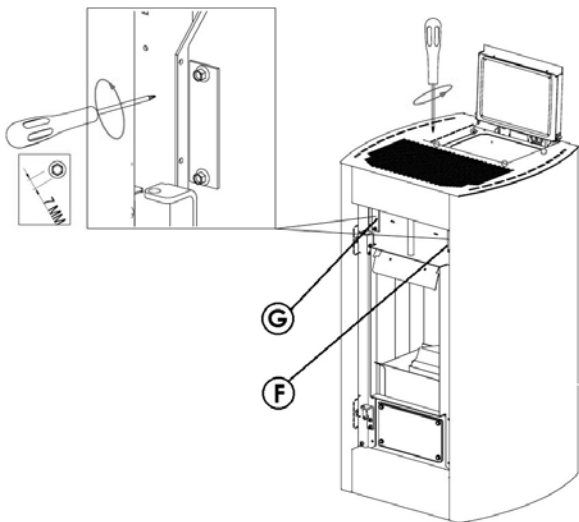

Fig. 47 - Retrait des plaques
- Quand le poêle est froid, ouvrir la porte, retirer la plaque « F » en enlevant les deux vis (voir **Fig. 47**).